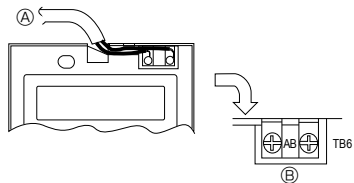

Fig. 6-4
2) Instruções de instalação (Fig. 6-4)
① Ligue o fio do controlo remoto ao bloco terminal.